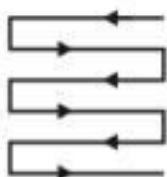

Рис. 12
- d. Косите в слегка перекрывающихся рядах (Рис.12).